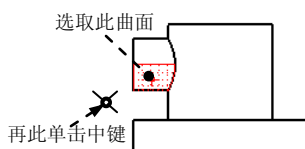
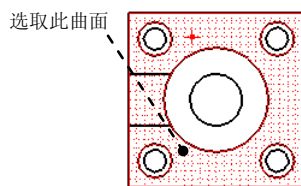

图 5.2.61 选取曲面 (一)
图 5.2.62 选取曲面 (二)
Step3. 此时系统弹出 **ATTACH TYPE (依附类型)** 菜单，选择 **On Surface (在表面上)** 命令，先选取图 5.2.61 所示主视图上的曲面，再选取图 5.2.62 所示俯视图上的曲面，在图 5.2.61 所示的位置单击中键。